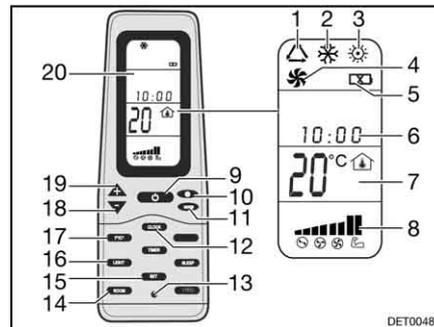

Bild 120 Fernbedienung
- Die Taste ON/OFF (Bild 120,9) drücken.
- Die Taste "Mode" (Bild 120,11) so oft drücken, bis die gewünschte Betriebsart (Bild 120,1, 2, 3 oder 4) auf dem Display (Bild 120,20) angezeigt wird.
- Mit den Tasten "+" (Bild 120,19) und "-" (Bild 120,18) die gewünschte Temperatur einstellen.
- Mit der Taste Lüftergeschwindigkeit (Bild 120,10) die gewünschte Lüfterstufe wählen.
**Ausschalten:** ■ Die Taste ON/OFF (Bild 120,9) drücken.